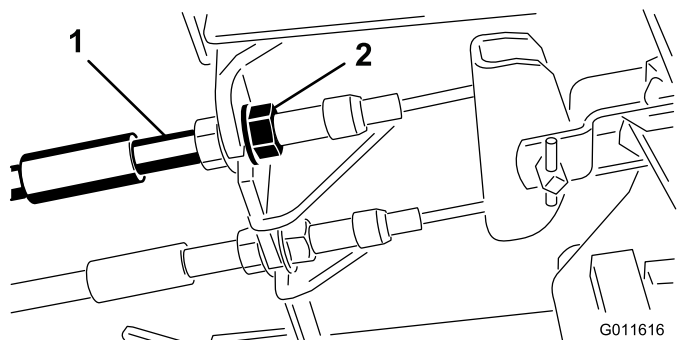

Figura 72
1. Para reduzir a folga dos pedais dos travões, aperte os travões despertando a porca dianteira que se encontra na extremidade roscada do cabo dos travões (Figura 72).